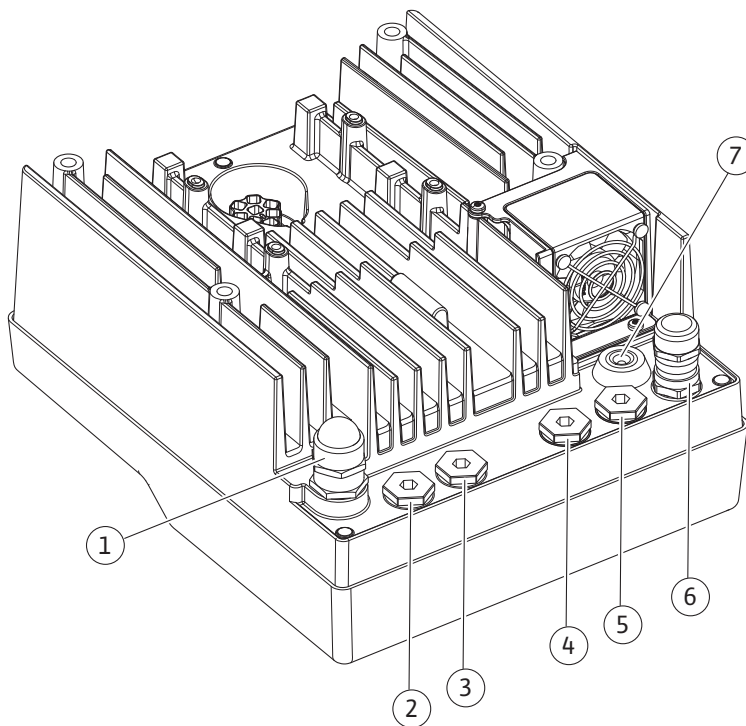

Fig. 10: Kabelové průchodky/kabelové přípojky
- Modul CIF na automatickém řízení objektu (bus komunikace): Stínění se připojí prostředkem kabelu na elektronickém modulu (Fig. 10).
4. Přívodní kabel musí být veden kabelovými průchodkami M25 (Fig. 10, poz. 1). Kabelovou průchodku dotáhněte předepsaným utahovacím momentem.